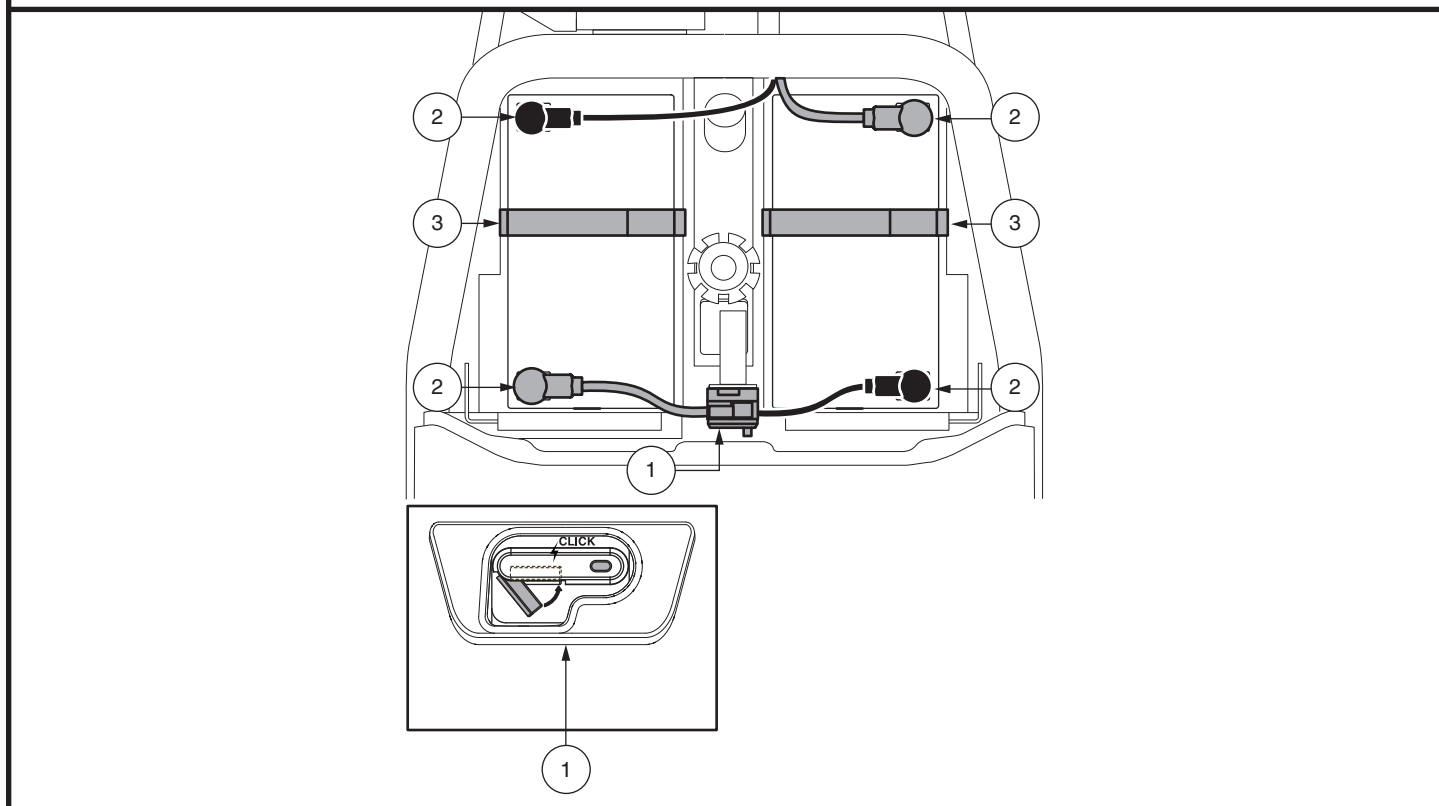

**Figuur 12. Verwijdering/installatie van de kap**
2. Verwijder de achterkap door de twee (2) duimschroeven los te maken. Daarna de kap recht op te tillen en van de voertuig te verwijderen. **Zie figuur 12.**
3. Verwijder de accukap door de vier (4) duimschroeven los te maken. Daarna de kap recht op te tillen en van de voertuig te verwijderen. **Zie figuur 12.**